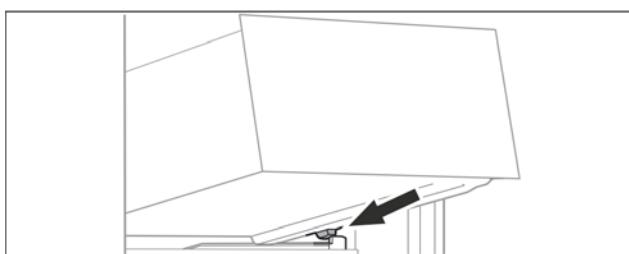

Fig. 62
- Наклоняя вниз, установите выдвижной ящик за стопоры на контейнерное ребро. (см. Fig. 62)